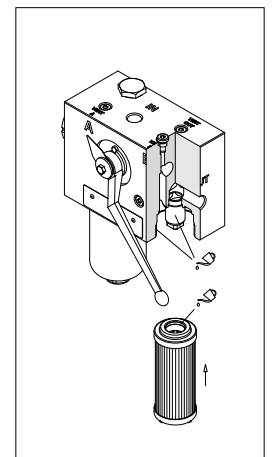

fig. 30
- (Fig. 30) Lubrificare con il fluido di lavoro l'O-ring dell'elemento filtrante, il codolo e la sede della testata, quindi calzare l'elemento filtrante sul codolo. Prestare attenzione a non danneggiare la guarnizione O-ring.